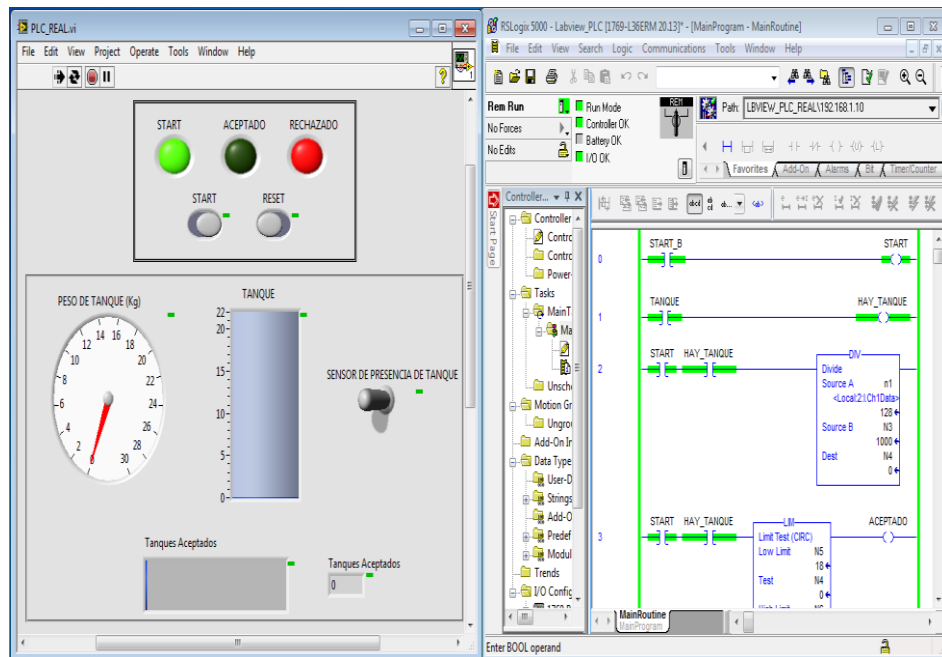

Figura 31:53 HMI y lógica de programación de la aplicación llenado de tanque de gas
- Una vez seleccionado “DSTP Server” nos aparecerá la siguiente ventana que se muestra en la figura 31 donde nos mostrará los distintos servidores que podemos seleccionar, escoger “RSLinx OPC Server”